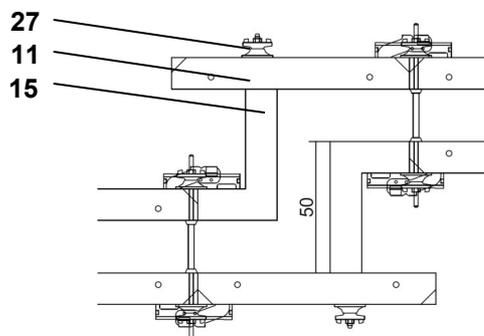

Рис. 40
- Элемент TRIO TRS/MR 90 (11)
- Угол TRIO TE/R(L)-MR (15)
- Гайка-шайба и болт для колонн (27)
- (Рис. 40)